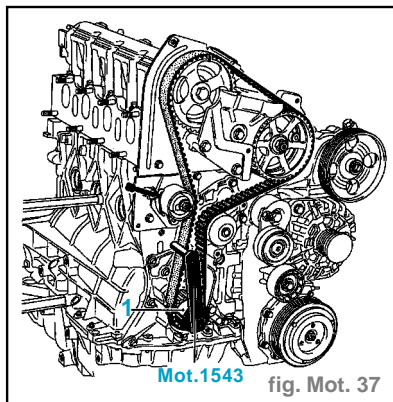

fig. Mot. 37
- Poser le Mot. 1543 et la cloche numérotée 1 sur la vis de la poulie de vilebrequin accessoires. (fig. Mot. 37)